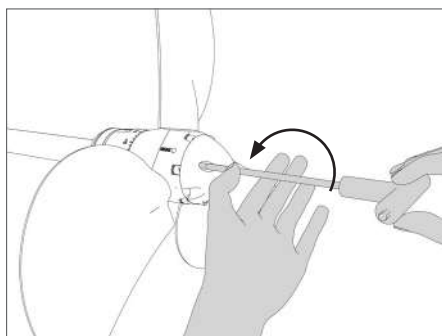

ABB. 31 Herausdrehen der Schrauben der Propellerspitze
- Entfernen Sie die Propellerspitze **C**, indem Sie die Edelstahlschrauben lösen **D** (Abb. 31 - 32 - 33).